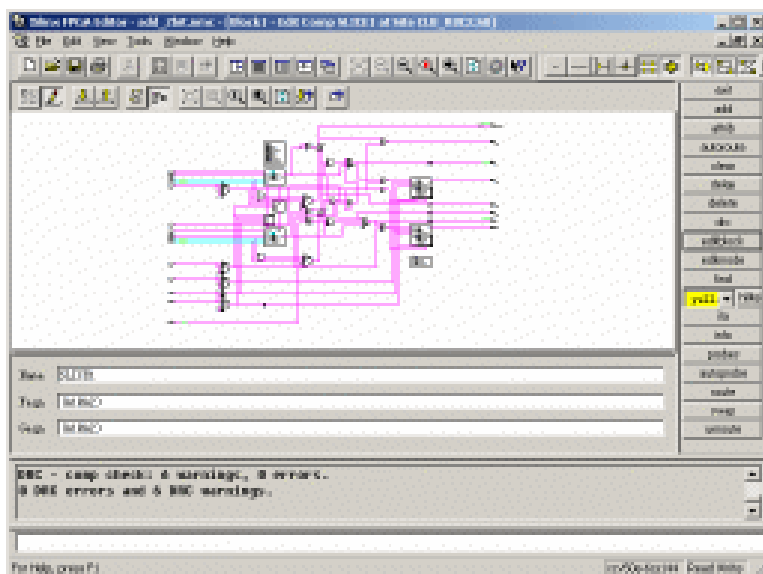

图6-41 内部逻辑编辑窗口 2
8. 单击编辑窗口上方的 **F=** 按钮，在编辑窗口的下方出现逻辑编辑窗口，如图 6-41 所示。在【Eqn】和【Geqn】栏中添加逻辑代数“ $(A1@A2)$ ”，然后使用鼠标单击上方的 **↓** 按钮，将这些逻辑应用到 SLICE 中，那么与引脚 A1 和